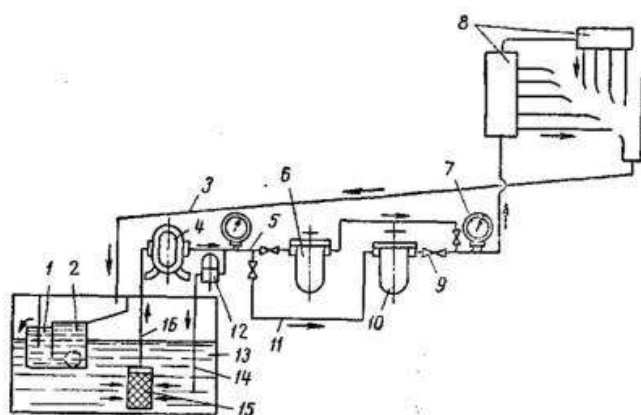

Рисунок 32 - Схема циркуляционной непрерывной смазки
Масло в клапан поступает под давлением сначала в сетчатый фильтр 1, затем, открыв силой давления тарельчатый клапан 2, проходит в отводящий маслопровод 3. Доза масла, подаваемого к трущимся поверхностям, зависит от величины кольцевого зазора между стенками канала 4 и дозирующим штифтом 5 и регулируется путем подбора диаметра последнего. Обратный клапан 2, находясь под действием пружины, не пропускает масла в случае падения давления. Циркулирующее в системе масло необходимо непрерывно освобождать от загрязнений и воды, для этого масляные баки оборудуются сетчатыми фильтрами и отстойниками. Последние представляют собой сварные резервуары и могут устанавливаться, как отдельно стоящие баки. Иногда для улучшения процесса отстаивания масла оно подогревается паром, электрическим током или выхлопными газами до 70—80°, что способствует более быстрому оседанию механических частиц и воды на дне отстойника. Отстойники непрерывного действия при большой емкости делятся перегородками на отсеки (рис.32), в которых масло самотеком переливается через перегородки, оставляя в каждом из них часть механических примесей. Для циркуляционной системы смазки широко применяются шестеренчатые насосы (рис.34), в них всасывающая полость располагается всегда со стороны выхода зубьев из зацепления, а нагнетательная — со стороны входа их в зацепление.
1. Выполнить чертеж схемы рис.32 и проставить буквенно-цифровое обозначение.